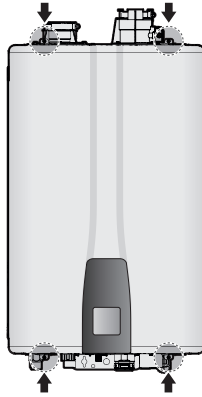

Figure 1.
2. À l'aide d'un tournevis Phillips, retirez les 4 vis (2 en haut et 2 en bas) du couvercle avant pour accéder aux composants internes. Reportez-vous à la figure 1 représentant le couvercle avant de l'unité.